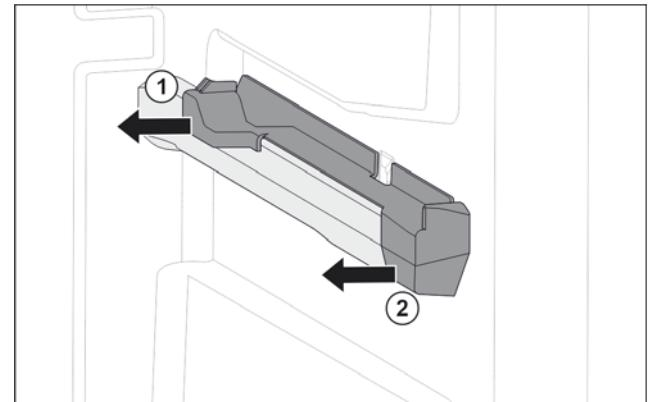

Fig. 73 Вставная часть на правом контейнерном ребре
- Отодвигните вставную часть сзади в сторону. Fig. 73 (1)
- Отодвигните вставную часть спереди в сторону. Fig. 73 (2)